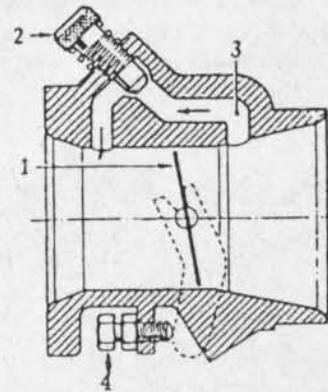

Fig. 3-15.— Velocidad mínima
Círculo del aire.— Es la base del sistema L-Jetronic. Se compone de una mariposa cuya al giratoria (Fig. 3-15) regula la cantidad de aire que entra al motor, comandada por el potenciómetro (4), para las velocidades bajas, medias y altas del motor.
El aire para las velocidades menores pasa al sistema por el *by-pass* (6), regulado por el tornillo (7). La velocidad mínima o ralentí se regula por la abertura de la válvula de aguja (2) (Fig. 3-15) y por la abertura mínima de la mariposa de aceleración (1), para que el motor gire en caliente a unas 800 rpm.